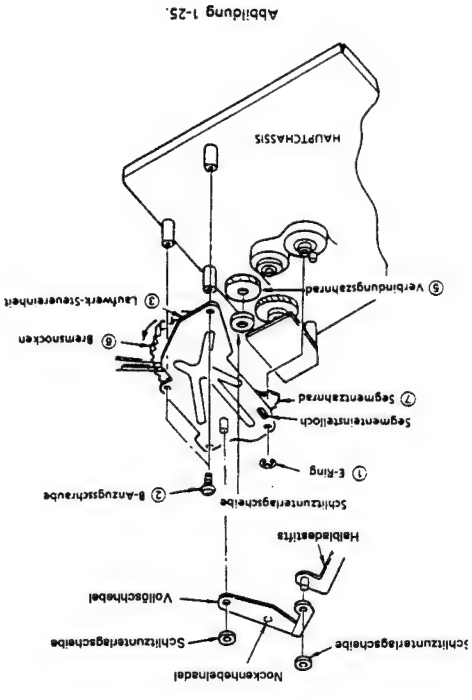

Abbildung 1-25.
• Ausbauen (Abb. 1-25)
2. Den E-Ring ① entfernen.
3. Die drei Schrauben ② (LX-HZ3027GEFD) entfernen.
4. Die Laufwerk-Steueereinheit ③ entfernen.